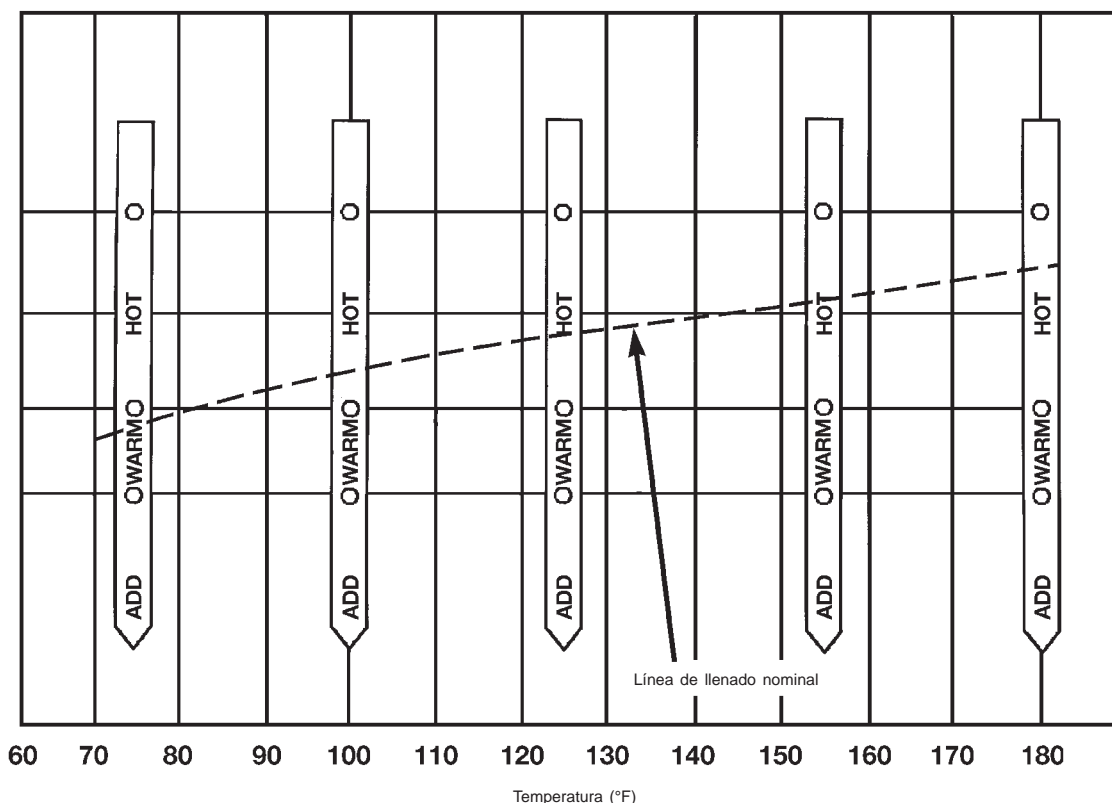

Fig. 177 Cuadro de temperatura de líquido de la transmisión
(1) Arranque el motor y aplique el freno de estacionamiento.
(2) Conecte la herramienta de exploración DRB y seleccione Transmisión.
(3) Seleccione Sensores.
(4) Lea el valor de temperatura de la transmisión.
(5) Compare el valor de temperatura del líquido con el cuadro de la temperatura del líquido (Fig. 177).
(6) Ajuste el nivel de líquido de la transmisión mostrado en el indicador de acuerdo con el cuadro.
(7) Verifique si hay fugas en la transmisión.